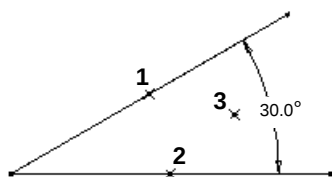
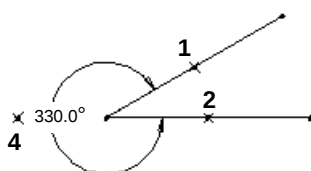

图 4.9.8 锐角标注
图 4.9.9 钝角标注
Step2. 分别在两条直线上选择点 1 和点 2；中键单击位置 3 以放置尺寸（锐角，如图 4.9.8 所示），或中键单击位置 4 以放置尺寸（钝角，如图 4.9.9 所示）。